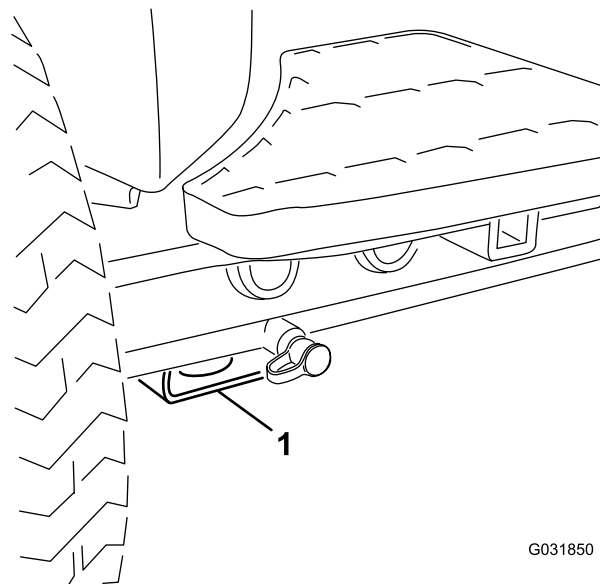

Bild 71
- Vorne: Rechteck unter dem Achsenrohr in jedem Vorderreifen (**Bild 71**).